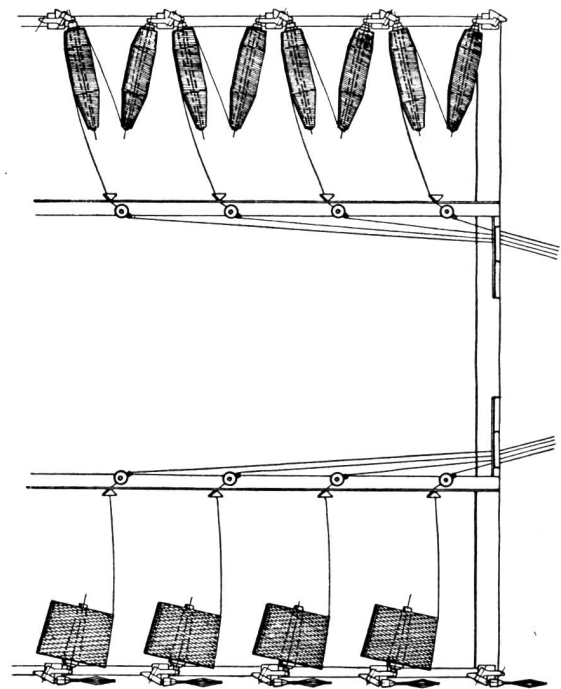

Abb. 2. Spulenanordnung für Kombi-Gatter Modell GVZa (Copse und Kreuzspulen)
**Modell GVZa**, das *Kombi-Gatter* für Copse und Kreuzspulen mit Anordnung der Spulen gemäß Abbildung 2 ist ganz besonders für Wolle geeignet, wobei der Fadenabzug ab Copsen nach dem Anknüpfsystem erfolgt. Die Fadenenden der ablaufenden Copse werden mit den Anfangsfäden der Reservecopse zusammengeknüpft. Die Materialbeschickung wird hier ebenfalls von außen her vorgenommen. Der Fadenabzug vollzieht sich somit